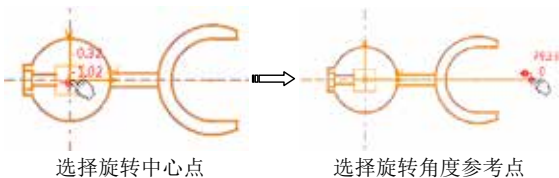

图5-95 选择旋转中心点和参考点
- 08 选择坐标系原点作为旋转点，再选择水平中心线上的一点作为旋转角度参考点，如图5-95所示。